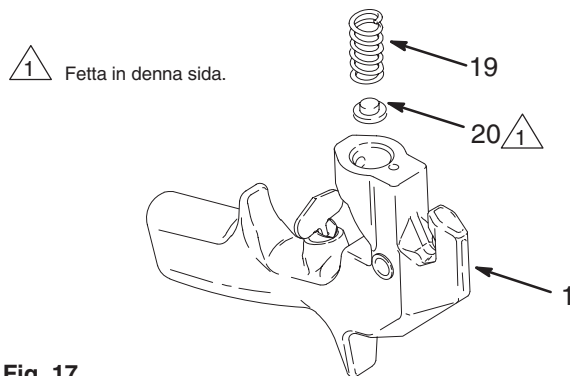

Fig. 17 03979
5. Fetta in fjäderjusteringen (20) och lägg i fjädern (19) om den monterades bort. Släpp ner delarna i pistolen (1). Se Fig. 17.